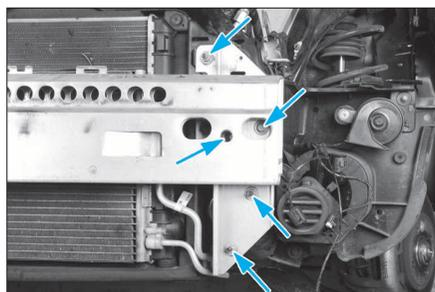

FIG. 5
- l'absorbeur de choc (Fig.5).